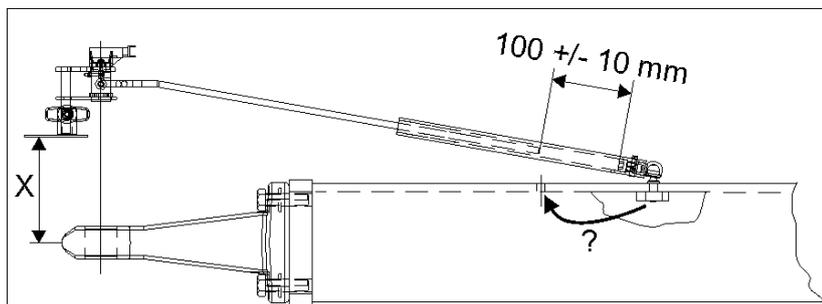

Fig. 133
Los anchos de vía ajustables dependen del montaje de las ruedas (Fig. 133):
5. Introducir o extraer la mitad del eje hasta la posición deseada. Determinar para ello la medida x desde el borde externo del bastidor de base (Fig. 133/1) hasta el centro de la rueda del pulverizador e introducir o extraer la mitad del eje según corresponda.